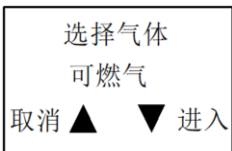

图 27
2) 通过“上”“下”键选择可燃气，按“确定”键确认并进入“零点”设置界面。(图 27)